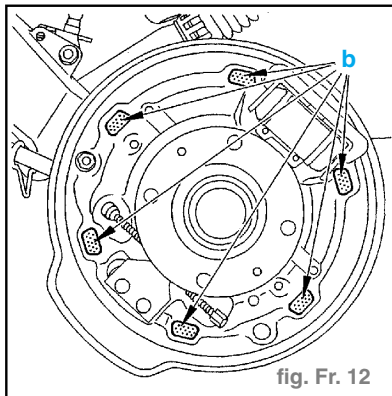

fig. Fr. 12
- Graisser légèrement les 6 points d'appui «b» des segments de frein sur le plateau de frein. (fig. Fr. 12)